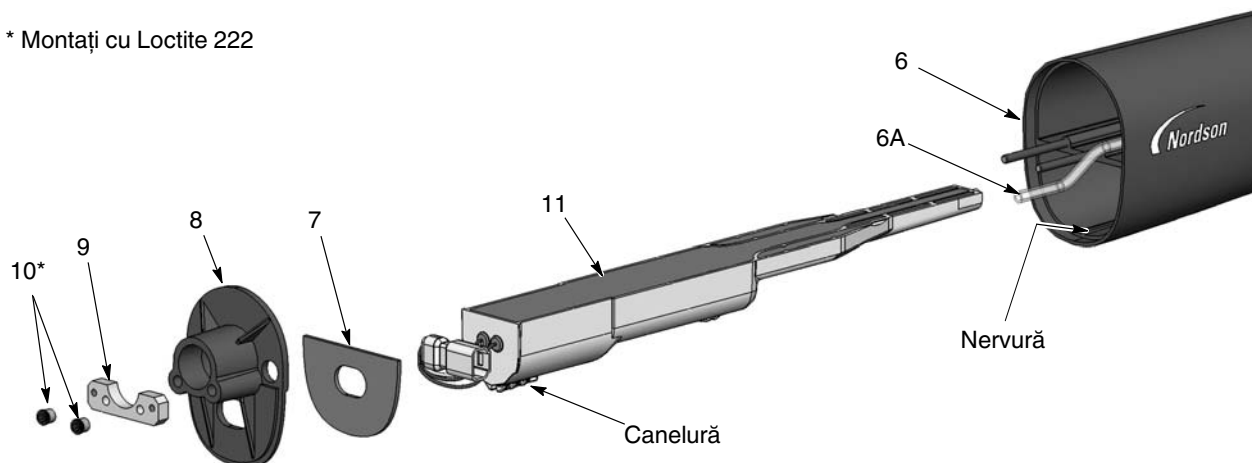

Figura 7-13 Dezasamblarea pistolului montat pe bară 2 / 3
4. Vezi Figura 7-13. Cu o cheie hexagonală de  $\frac{1}{8}$ -in. defaceți cele două piulițe Allen (10) și placa de înșurubare (9) de la peretele despărțitor (8). Apoi demontați peretele despărțitor de la corpul pistolului (6), introducând fasciculul de cabluri pentru alimentarea cu electricitate prin peretele despărțitor.
5. Glisați sursa de alimentare (11) din corpul pistolului.
7. Garnitura (7) este atașată la peretele despărțitor cu ajutorul unui adeziv sensibil la presiune. Dacă garnitura este deteriorată, înlocuiți-o cu una nouă.
1. Vezi Figura 7-13. Montați sursa de alimentare cu electricitate (11) în corpul pistolului (6), asigurându-vă că nervura corpului pistolului se potrivește în canelurile sursei de alimentare cu electricitate. Așezați ferm sursa de alimentare cu electricitate în corpul pistolului.
2. Introduceți fasciculul de cabluri pentru alimentare cu electricitate prin peretele despărțitor (8), apoi montați peretele despărțitor și placa de înșurubare (9) peste prezoanele corpului pistolului. Aplicați Loctite 222 la piulițele Allen (10), apoi montați piulițele pe prezoane și strângeți-le la 0,45 N•m (64 inch-ounce) cu o cheie hexagonală de 1/8 in.